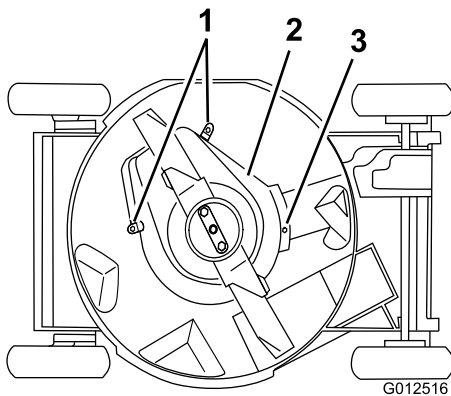

Bild 37
6. Lockern Sie die Nasen, mit denen die Abdeckung der Messerbremsenkupplung am Mähwerk befestigt ist, indem Sie die Muttern an den Nasen lockern (aber nicht entfernen) (Bild 37). Drehen Sie die Nasen um 180°, damit sie nicht im Weg sind, und nehmen Sie die Abdeckung der Messerbremsenkupplung ab.
7. Lockern Sie die Schraube (Bild 37).
10. Ziehen Sie die Schraube fest (Bild 37).